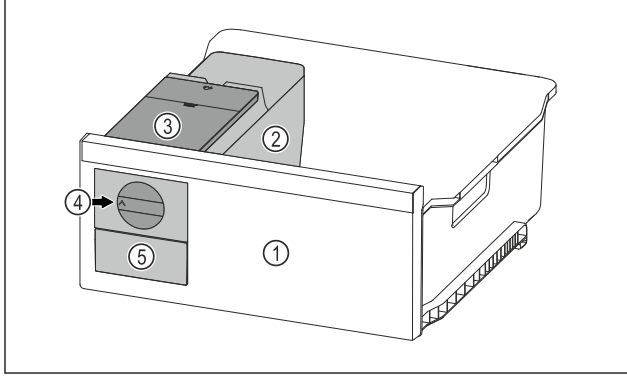

Fig. 120 Örnek gösterim
- Çevirmeli düğmeyi Fig. 120 (4) saat dönme yönünde sonuna kadar çevirin.
- Buz küpü kabındaki buz küpleri buz küpü çekmecesine Fig. 120 (5) düşer.